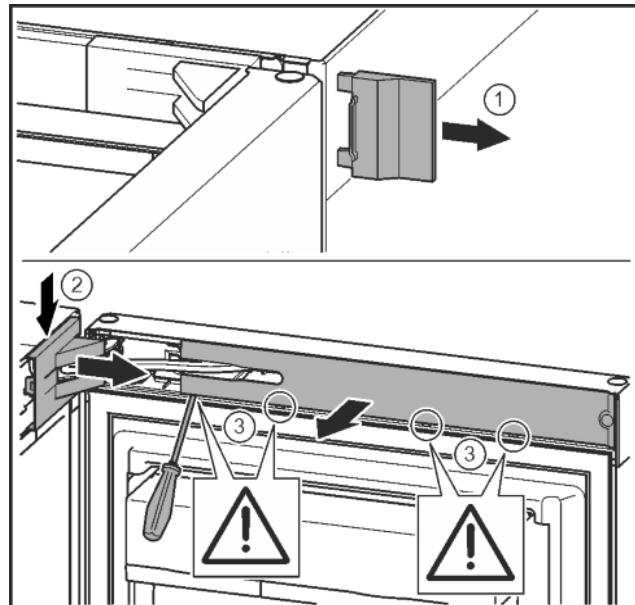

Fig. 8
► Зніміть зовнішню кришку. Fig. 8 (1)
Зніміть кришку опорного кронштейна. Fig. 8 (2)
► За допомогою шліцевої викрутки звільніть від фіксатора та поверніть убік накладку. Fig. 8 (3)